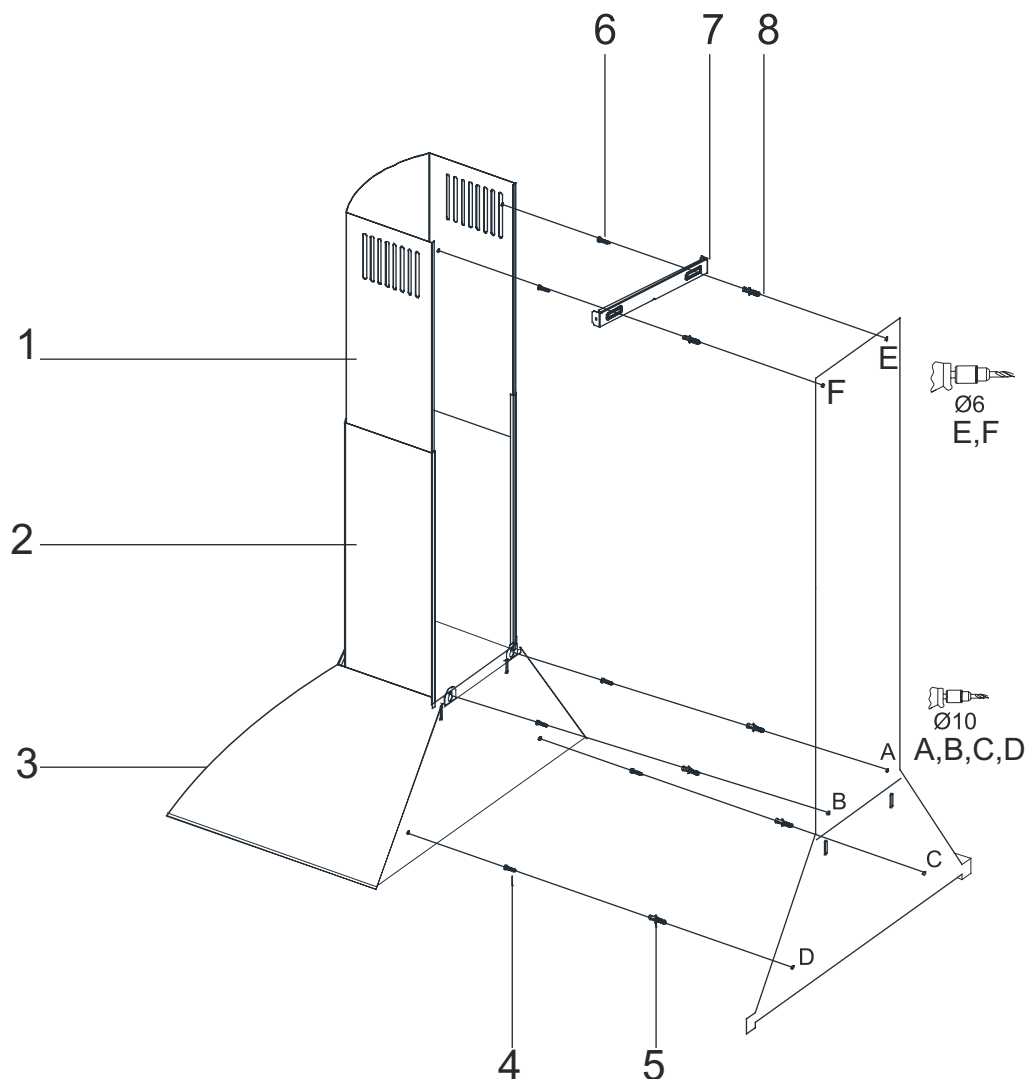

Fig. 8
1. ➤ Placér monteringskabelonen på væggen alt efter ønskede højde af emhætten i forhold til kogepladen (følg vores anbefalinger mht højde). Markér A, B, C og D punkterne (Fig. 8).
2. ➤ På punkterne A, B, C og D bores og indsættes Ø10mm raw-plugs. Skru derefter 2 x 5,5x60 i A + B-punkterne med en afstand af 5mm mellem væggen og skruetopet (Fig. 8).
3. ➤ Stram skruerne A + B på væggen og fastmonter nu endeligt skruerne på punkterne D, C. (Fig. 8).
2. ➤ Skorstensbeslaget (3) skal centreret og punkterne E,F skal markeres (Fig. 8).
3. ➤ Bor nu ud i punkterne E,F med 6mm bor. Sæt nu Ø6mm rawlplugs i hullerne. Montér nu skorstensbeslaget fast vha. 3,9 x 22 skruer (Fig. 8).